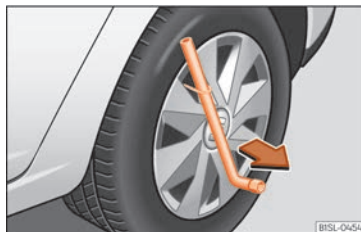

Fig. 52 Desmuntar el tapaboques integral.
- Introduïu la clau per a les rodes al ganxo de filferro » » » **fig. 52** i estireu el tapaboques en el sentit que indica la fletxa.